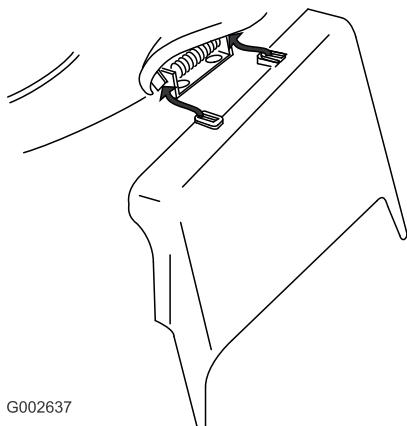

Figura 39
- Instale el conducto de descarga lateral y cierre la puerta sobre el conducto (Figura 39).